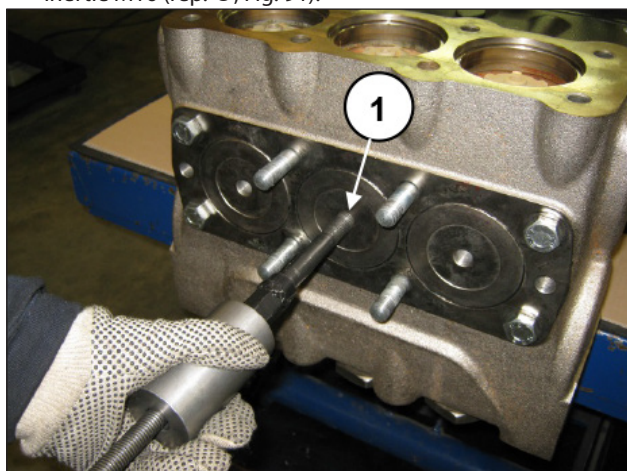

Fig. 91
- C) Extraire les bouchons avant à l'aide d'un extracteur à inertie M16 (rep. ①, Fig. 91).